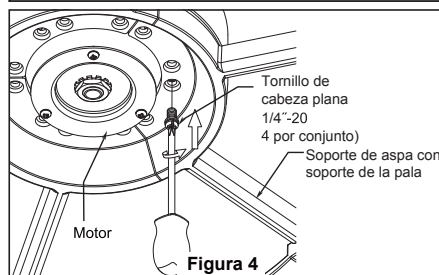

Figura 4
4. Coloque el soporte de la varilla y alinee los orificios de la clavija de horquilla en ambas piezas. Instale la clavija de horquilla y asegúrela con la pinza de horquilla. Fije los dos tornillos de presión y las tuercas de seguridad en el soporte de la varilla interior. Fije con seguridad el set de tornillos con el destornillador y luego fije bien las tuercas con una llave hexagonal. (Figura 4)
4. Asegure el soporte de la pala con la sujeción de la pala en el motor usando los tornillos 1/4"-20. La base de la sujeción de la pala necesita alinearse con el orificio entre los orificios con rosca 1/4"-20 ubicado en la parte inferior del motor. (Figura 4)
2. Levante cuidadosamente el ventilador y coloque el ensamble de la bola para colgar/varilla en la abrazadera para colgar que acaba de fijar a la caja de salida. Asegúrese de que la ranura de la bola esté alineada con la lengüeta de la abrazadera para colgar. (Figura 4)
3. Realice las conexiones de cables al bloque del terminal como se muestra en la Figura 4.
4. Instale el conector de 2 clavijas desde ensamble de kit de luz conexión a la unidad del motor. (Figura 4)
4. Para que el ventilador sea funcional, instale las pila (incluidas) de 3V en el transmisor del mando a distancia. Mientras el ventilador esté apagado. A continuación, siga el proceso de fijación remota de código. Si no se utiliza el ventilador durante un largo periodo de tiempo, extraiga la batería para evitar cualquier daño al transmisor. Almacene el mando a distancia en un lugar alejado del calor o la humedad excesiva. (Figura 4)